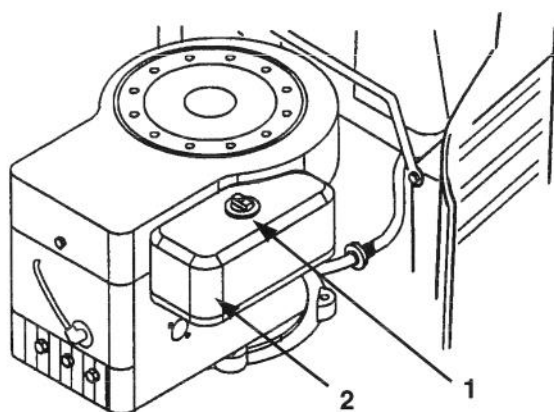

Figure 28
3. Nettoyer la surface autour du filtre à air pour éliminer les saletés qui pourraient tomber dans le moteur et l'endommager. Dévisser le bouton et déposer le couvercle du filtre à air (Fig. 28).
3. Poser le couvercle et le bouton du filtre à air (Fig. 28). Serrer le bouton à fond.